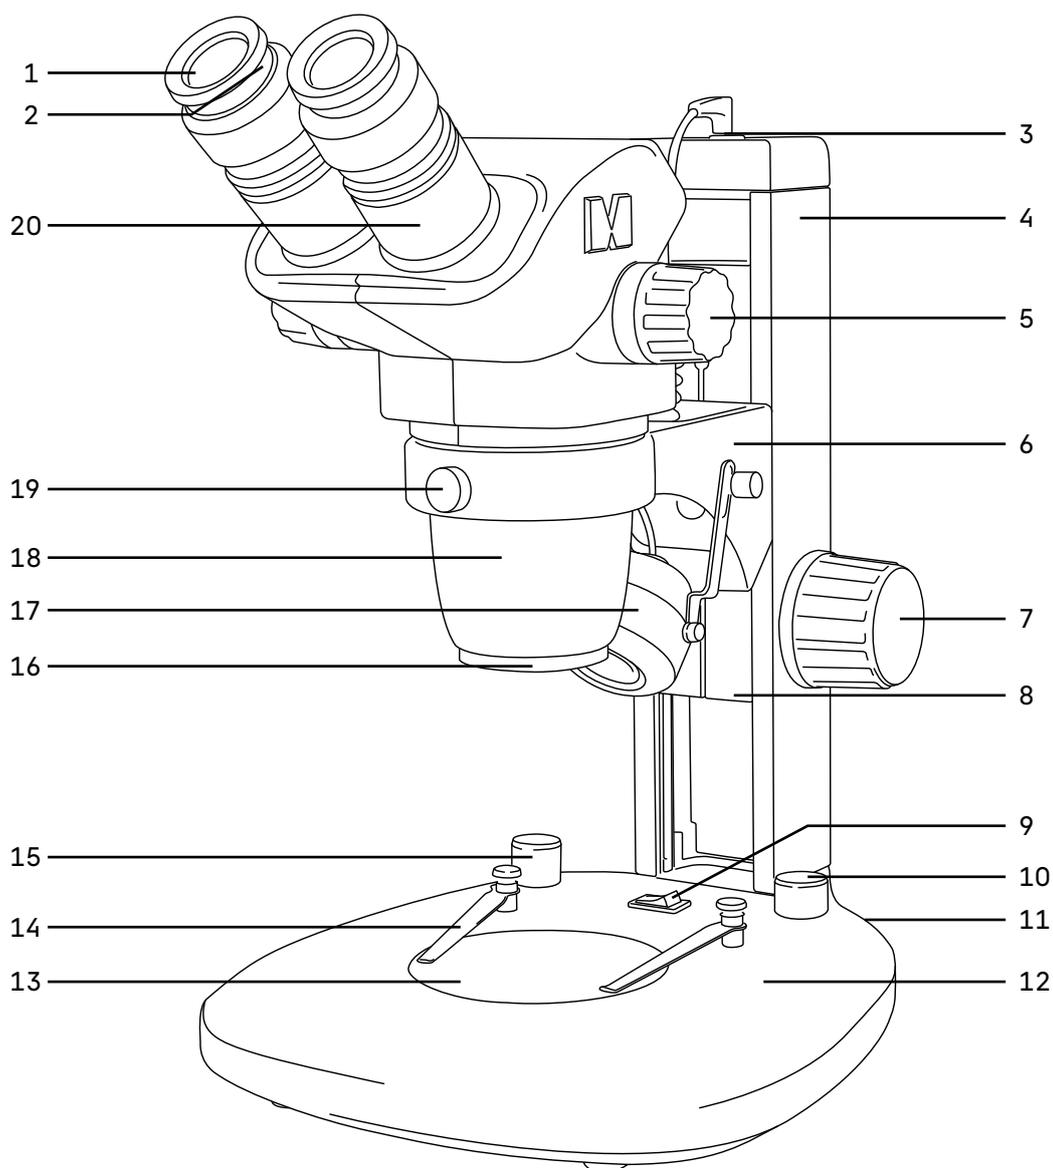

Рис. 1. Микроскоп MAGUS Stereo 7B
Общий вид микроскопа представлен на рис. 1.
Штатив микроскопа **4** (рис. 1) закреплен на основании **12** (рис. 1). Штатив несъемный.
В штативе располагается механизм фокусировки **8** (рис. 1), на который крепится кронштейн **6** (рис. 1) для установки оптической головы. Наверху штатива расположено гнездо для подключения шнура осветителя отраженного света **3** (рис. 1)
В основании **12** (рис. 1) расположен блок питания и источник проходящего света – светодиод. Пластина **13** (рис. 1) обеспечивает рассеивание света и равномерное освещение всей плоскости исследуемого объекта. Выключатель **9** (рис. 1) служит для включения и выключения источника света.
Регулировка яркости осветителя отраженного света осуществляется ручкой **15** (рис. 1), а проходящего света – ручкой **10** (рис. 1).
Основание также выполняет функцию предметного столика. Объект исследования располагают на пластине **13** (рис. 1). Пластина устанавливается в гнездо основания. Диаметр пластины – 95 мм.
При необходимости объект можно закрепить на пластине двумя прижимами **14** (рис. 1).
Фокусировочный механизм **8** (рис. 1) перемещается в штативе **4** (рис. 1), обеспечивая фокусировку на объект в соответствии с высотой объекта и рабочим расстоянием объектива.
Кронштейн **6** (рис. 1) закреплен на фокусировочном механизме. Вертикальное эффективное перемещение составляет 106 мм.
Сверху на кронштейн устанавливается оптическая голова и закрепляется в кронштейне винтом **19** (рис. 1). Оптическую голову можно повернуть внутри кольца кронштейна и зафиксировать в любом удобном положении.
В окулярные тубусы визуальной насадки **20** (рис. 1) устанавливаются окуляры **1** (рис. 1). Тубусы разводятся в соответствии с глазной базой наблюдателя в пределах от 54 до 75 мм.
Для установки камеры (видеоокуляра), снимите с микроскопа штатный окуляр, установите в окулярный тубус визуальной насадки **20** (рис. 1) кольцо-переходник 23,2–30 мм, затем установите в него переходник C-mount. Соедините камеру с переходником. Камера служит для вывода изображения на экран компьютера или монитор/телевизор.
Трансфокаторный объектив **18** (рис. 1) имеет увеличение от 0,67 до 4,5 крат и позволяет в процессе наблюдения плавно изменять увеличение в 6,7 раза без потери качества и с сохранением большого рабочего расстояния – 105 мм.
Увеличение микроскопа изменяется при помощи вращения рукоятки **5** (рис. 1).
Окуляры увеличением 10х имеют линейное поле зрения 22 мм (WF 10х/22). Каждый окуляр имеет диоптрийную подвижку **2** (рис. 1). Окулярные тубусы имеют надежную конструкцию крепления окуляров, которая исключает возможность случайного выпадения окуляров при перемещении микроскопа. Окуляры закрепляются в тубусах винтами.
Осветитель косоугольного освещения **17** (рис. 1) зафиксирован в кронштейне. Штекер осветителя устанавливается в гнездо штатива **3** (рис. 1).
- Установите пластину **13** (рис. 1). При работе с прозрачными объектами выбирайте стеклянную пластину. При работе с непрозрачными объектами выбирайте черно-белую пластину. Для повышения контраста темные объекты исследуются на белой стороне пластины, светлые – на черной стороне.
- Установите прижимы **14** (рис. 1).
- Установите оптическую голову в кольцо кронштейна **6** (рис. 1). Закрепите оптическую голову винтом **19** (рис. 1). Не следует затягивать винт слишком сильно.
- Ручки регулировки освещенности объекта **10** и **15** (рис. 1) установите в минимальное положение.
Установите минимальное увеличение объектива 0,67x вращением рукоятки смены увеличения 5 (рис. 1). Рукоятки находятся с двух сторон оптической головы.
Накрутите необходимую насадку на объектив **18** (рис. 1) по резьбе. Уменьшающая насадка 0,5х увеличивает рабочее расстояние и поле зрения.